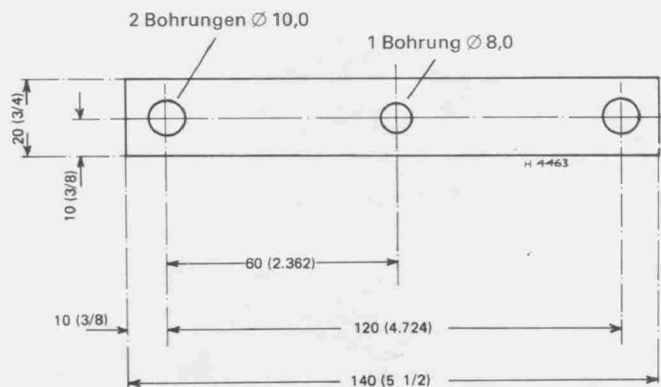

Bild 22
- Die Passflächen dürfen nicht als Ansatzflächen zum Hebeln benutzt werden! Erweist es sich als schwierig, entweder die Zylinderköpfe oder die Zylinderbuchsen abzunehmen, ist wie folgt vorzugehen: Den Zylinderkopf, falls er abgebaut worden ist, wieder anbauen und nur die Muttern, die den Zylinderkopf an der Zylinderbuchse halten, aufschrauben. Eine über die Zylinderkopfhauben-Zugankerschraube hinübergehende Abziehbrücke bilden, um die beiden diagonal zu einander liegenden Zylinder-Zugankerschrauben miteinander zu verbinden, wie es in der Abbildung 22 gezeigt wird. Die Muttern der Zylinder-Zugankerschrauben bis